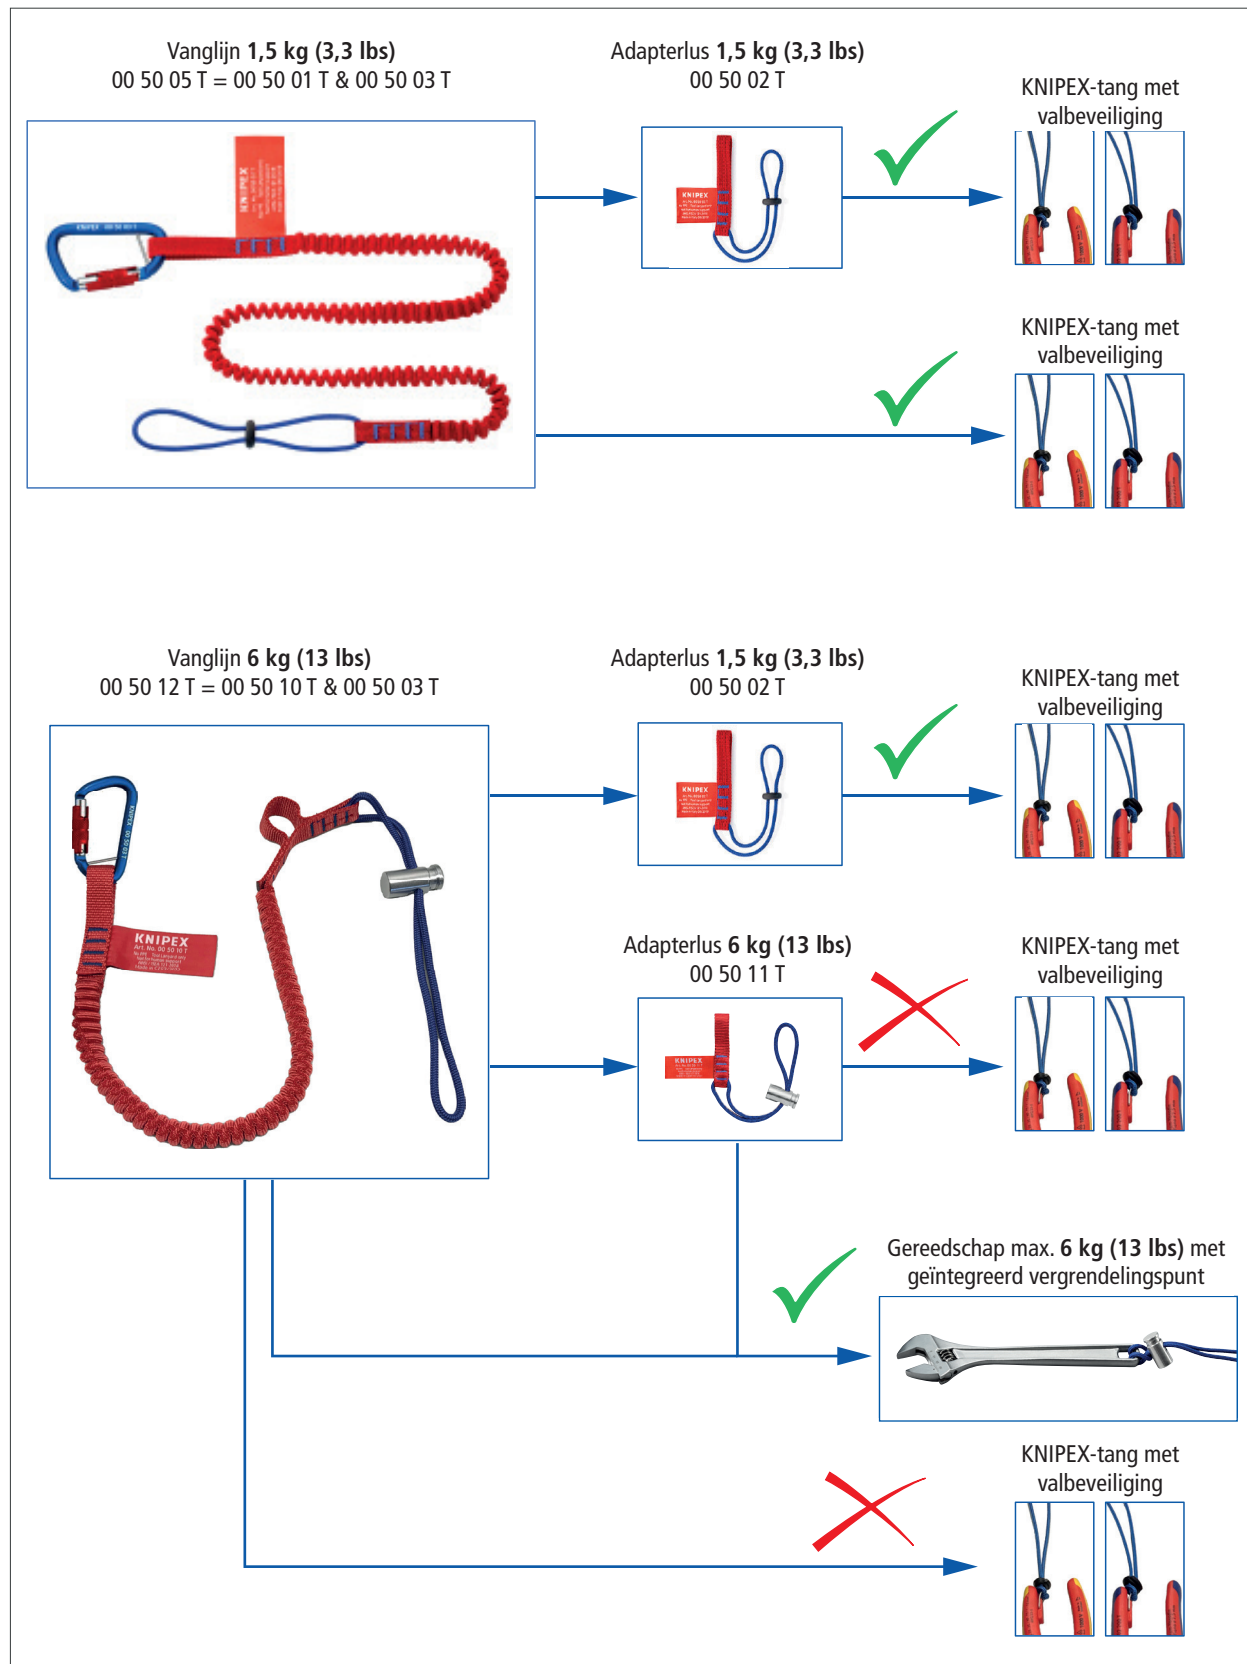

Fig. 5: Compatibiliteit met KNIPEX-gereedschappen met valbeveiliging
- Controleer bij het bevestigen van een KNIPEX-gereedschap met een bevestigingspunt aan uw vanglijn of adapterlus (afb. 5), of uw vanglijn of adapterlus compatibel is.
- Om een KNIPEX-gereedschap met valbeveiliging te bevestigen aan een 6 kg (13 lbs) vanglijn (KNIPEX 00 50 10 T), moet de 1,5 kg (3,3 lbs) adapterlus (KNIPEX 00 50 02 T) (afb. 5) worden gebruikt.